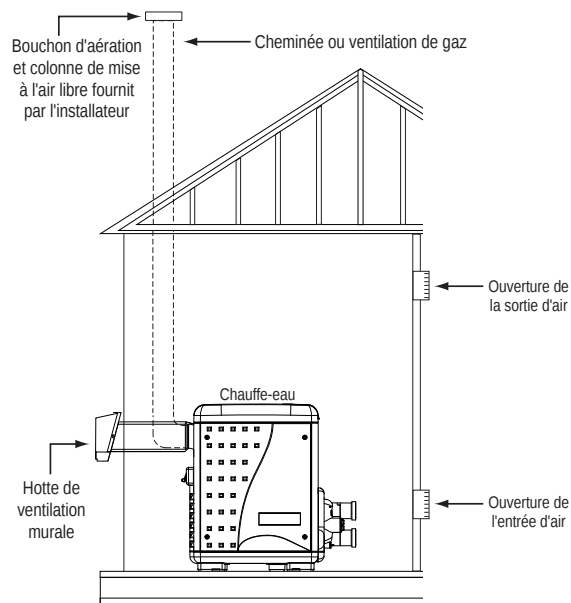

Figure 14.
VENTILATION HORIZONTALE OU VERTICALE - PRESSION POSITIVE (Voir les figures 14, 15, et 16)
6. **Terminaison d'évacuation - Verticale** (Voir les figures 14 et 15), pour la hauteur de la terminaison d'évacuation au-dessus du toit. Utiliser une terminaison d'évacuation homologuée et spécifiée dans les codes locaux et selon les directives du fabricant. Une terminaison d'évacuation doit être verticale. Au Canada, l'emplacement du couvercle de terminaison doit être à un minimum de 4 pieds (1,2 m) de distance horizontalement des compteurs électriques, des compteurs de gaz, des régulateurs et des soupapes de sécurité.